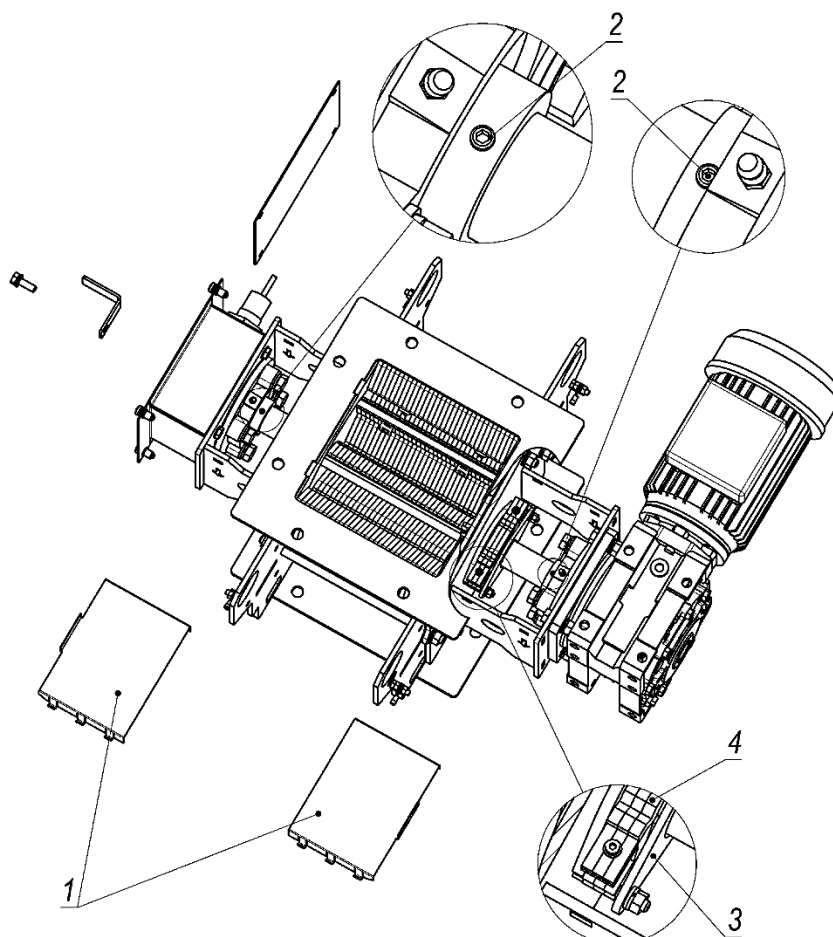

Рисунок 7
- 1) демонтировать кожухи (рисунок 7, поз. 1);